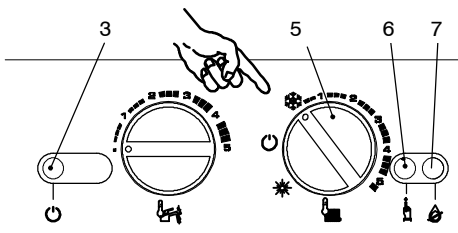

fig. 5.22
- 1 Suministrar fluido eléctrico a la caldera y colocar el conmutador de función 5 igual que en la fig. 5.22.
- 2 Mantener pulsado el botón de reposición (6) durante 10 segundos, aproximadamente, hasta que el indicador luminoso de bloqueo (7) comience a parpadear.
- 3 Pulsar el botón de reposición (6, fig. 5.22) de forma repetida (3 veces) hasta que los indicadores luminosos de señalación (3) muestren una secuencia como la de fig. 5.23.
- 4 Para cambiar la configuración, girar el mando de regulación de temperatura del agua sanitaria (4, fig. 5.22) y llevarlo al valor de funcionamiento de la bomba deseado. El indicador luminoso de bloqueo (7) parpadeará rápidamente para indicar que se está modificando la modalidad bomba.